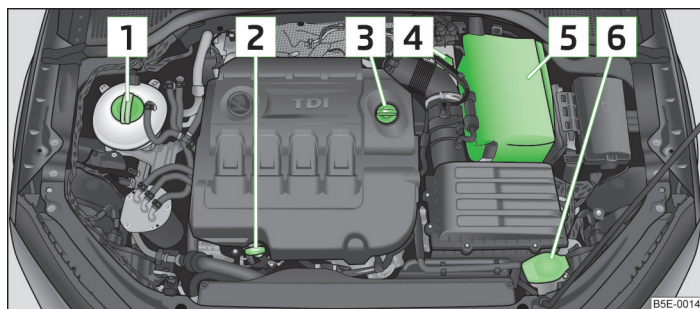

Fig. 148 Imagen esquemática: Vano motor
- » Desenroscar el tapón de la boca de llenado de aceite de motor » fig. 148 de la página 178.